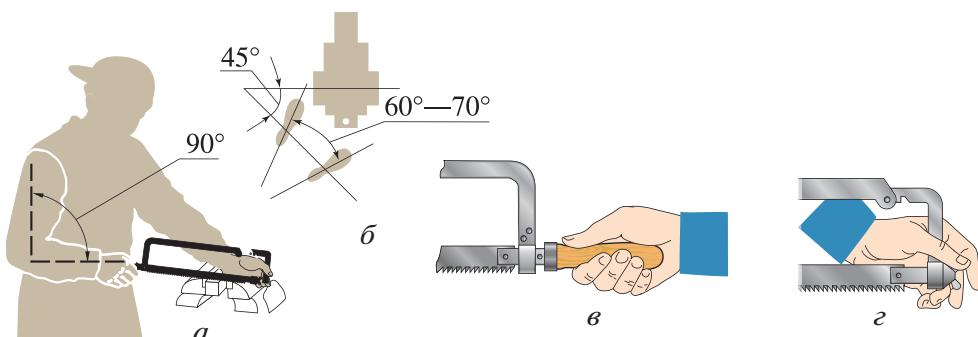

Рис. 5.26. Рабочее положение при резании слесарной ножовкой:
1. Перед началом работы нужно установить высоту тисков по росту или использовать ростовую подставку. Затем закрепляют заготовку. Рабочая рука с установленной на заготовке ножовкой должна быть согнута под прямым углом (рис. 5.26, а).
2. Перед тисками встают вполоборота по отношению к губкам тисков или к оси разрезаемой заготовки. Корпус разворачивают влево от тисков под углом 45° (рис. 5.26, б). Ногу, соответствующую нерабочей руке (левую — для правшей, правую — для левшей), ставят на полшага вперёд и переносят на неё центр тяжести. Поворачивают другую ногу по отношению к ней на угол $60—70^\circ$.
в ладонь (рис. 5.26, в). Нерабочей рукой держат рамку, как показано на рисунке 5.26, г, четырьмя пальцами обхватывают гайку-барашек и натяжной винт.